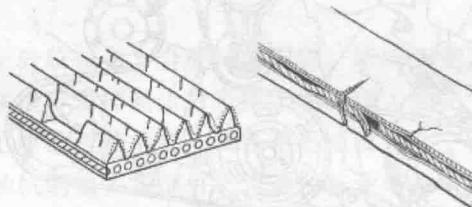

图 1-3 皮带损坏形式
(1) 在拆卸传动带前要在车上检查传动皮带，如图 1-3 所示，目视检查皮带是否过度磨损、加强筋是否损坏等。如果发现任何损坏，则更换皮带。